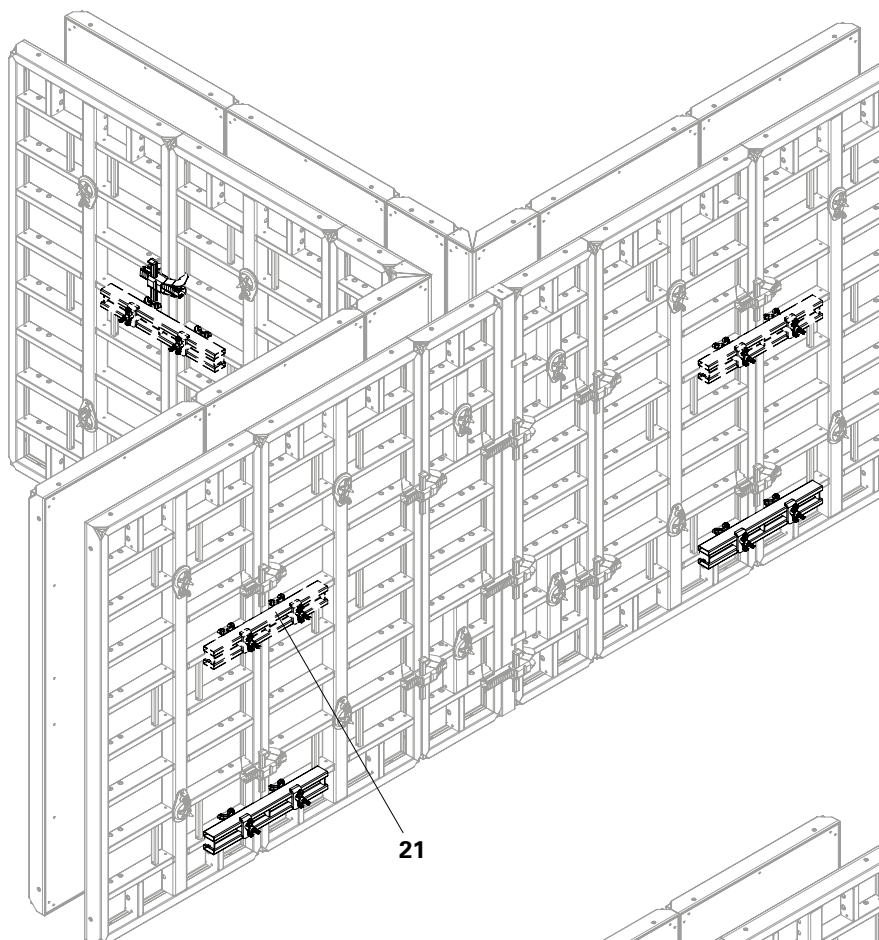

Fig. B6.02
En cas de superposition, une filière de compensation supplémentaire MAR 85 (21) est nécessaire sur le joint de panneau (illustré en pointillés). (Fig. B6.02 + B6.03)